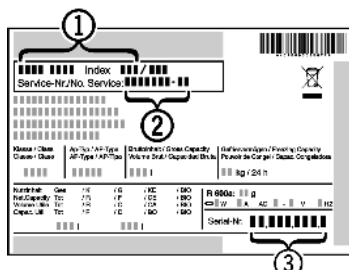

Fig. 12
- ▶ Leggere la denominazione dell'apparecchio Fig. 12 (1), il n° assistenza Fig. 12 (2) e il n° di serie Fig. 12 (3) sulla targhetta identificativa. La targhetta identificativa è situata all'interno dell'apparecchio, sul lato sinistro.
- ▶ Informare il servizio di assistenza e comunicare il difetto, la denominazione dell'apparecchio Fig. 12 (1), il n° assistenza Fig. 12 (2) e il n° di serie Fig. 12 (3).